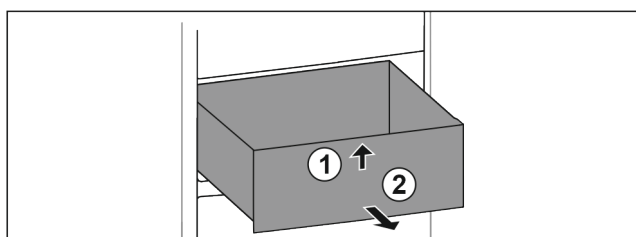

Fig. 96
- ▶ Повдигнете чекмеджето отпред. Fig. 96 (1)
- ▶ Извадете чекмеджето напред. Fig. 96 (2)